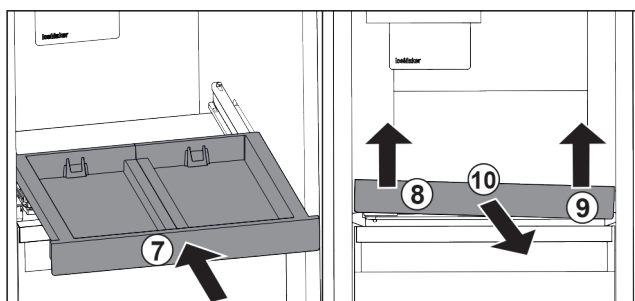

Fig. 43
- Skjut in utdragshyllan. Fig. 43 (7)
- Lyft utdragshyllan fram till vänster. Fig. 43 (8)
- Lyft utdragshyllan fram till höger. Fig. 43 (9)
- Ta ut utdragshyllan framåt. Fig. 43 (10)